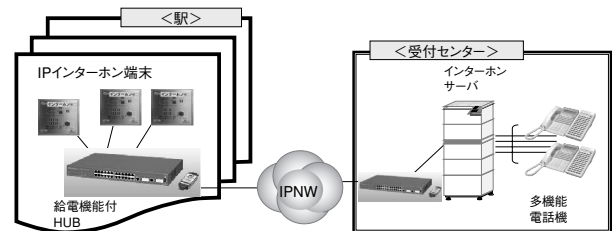

図4 音声系システム
(1) 音声通話を管理するシステム
IP-PBX (DISCOVERY®\*1) 01) をサーバとし、専用のIPインターホン端末を開発することで導入にあたった。システムの全体構成は図4のようになるが、システムの特長としては、前頁に挙げた①～④の問題点の解決と要望事項の実現はもちろんのこと、それ以外にも下記のような業務についても対応が可能になったことである。